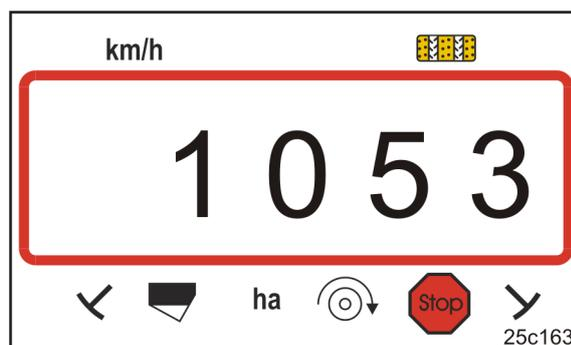

Fig. 21
- Anzeige: gespeicherter Kalibrierwert (Imp./100 m) z.B. 1053 (Fig. 21).